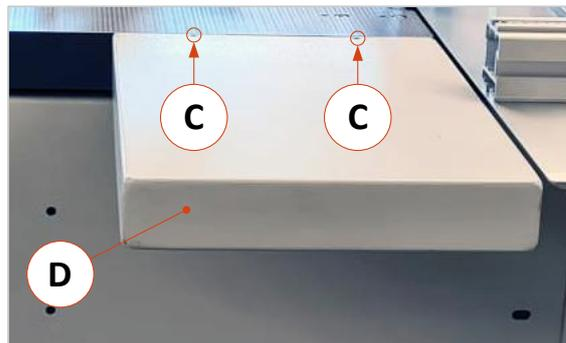

Abbildung 46: Höheneinstellschrauben
- Schrauben Sie die beiden mitgelieferten Tischbeine (B) wie in der Abbildung gezeigt in die Gewindeaufnahmen der Tischplattenunterseite. Dann beide gut festziehen.
- Lösen Sie die beiden Schrauben (A), die sich in der Maschine befinden, mit einem SW 8 Innensechskantschlüssel und drehen Sie so weit auf, dass Sie die andere Seite der Tischplatte (D) zwischen den U-Scheiben und der Maschine einhängen können (siehe vergrößerte Ansichten in Abbildung).
- Tischseite mit Schrauben (A) bündig zur Maschinentisch und mit Schrauben (C) die Neigung zur Maschinentischkante ausrichten.
- Falls erforderlich, kann die Vorderkante des Erweiterungstisches an den Maschinentisch angepasst werden. Hierzu befinden sich (wie auch in ⇨ Abbildung 46 gezeigt) in der Oberseite der Tischplatte zwei kleine Bohrungen mit Höheneinstellschrauben. Zur Einstellung wird ein SW 3 Innensechskantschlüssel benötigt.
- Nach erfolgter Einstellung die Schrauben (A) gut festziehen.
- Die Höhe der von der Maschine abgewandten Seite wird über die beiden Stellfüße (E) eingestellt. Hierzu wird ein SW 19 Maulschlüssel benötigt.